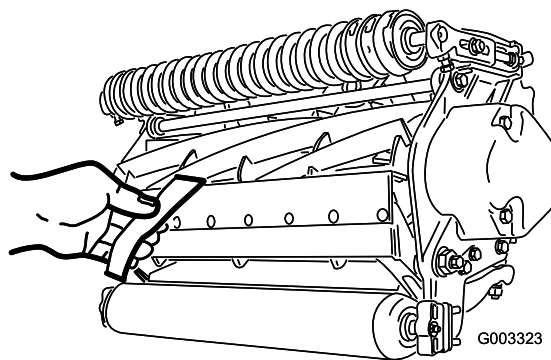

Figure 12
10. Contrôlez la performance de coupe en insérant une longue bande de papier de performance de coupe (réf. Toro 125-5610) entre le cylindre et la contre-lame, perpendiculairement à la contre-lame (Figure 12). Faites tourner lentement le cylindre en avant ; il devrait couper le papier.